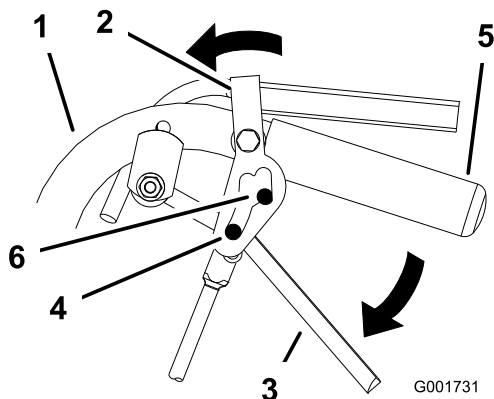

Figura 9
2. Ponga los pulgares en la parte superior de los cierres y muévalos hacia adelante hasta que los pasadores estén en la posición de "hacia adelante" (Figura 9).